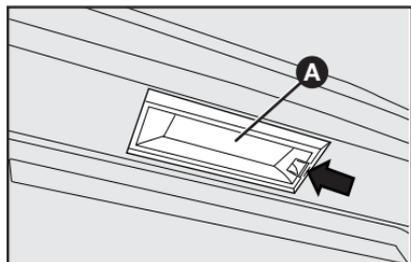

fig. 20
LUZ DE PLACA - fig. 20
- 1) retirar o refletor **A-fig. 20** atuando na trava indicada pela seta.